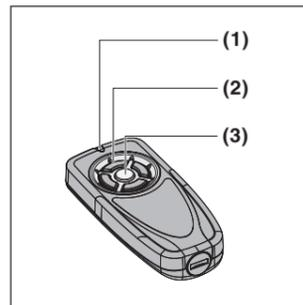

Fig. 1
2 Gerätebeschreibung (Fig. 1)
4.2 Den Handsender verwenden (Fig. 1)
- ▶ Die Taste (2) am Handsender drücken. Die mit der Taste verbundene Funktion (z. B. Tor auf / zu) wird ausgeführt.
2 Description de l'appareil (fig. 1)
4.2 Utilisation de l'émetteur (fig. 1)
- ▶ Appuyez sur la touche (2) de l'émetteur. La fonction liée à cette touche (par exemple ouverture / fermeture de la porte) s'exécute.